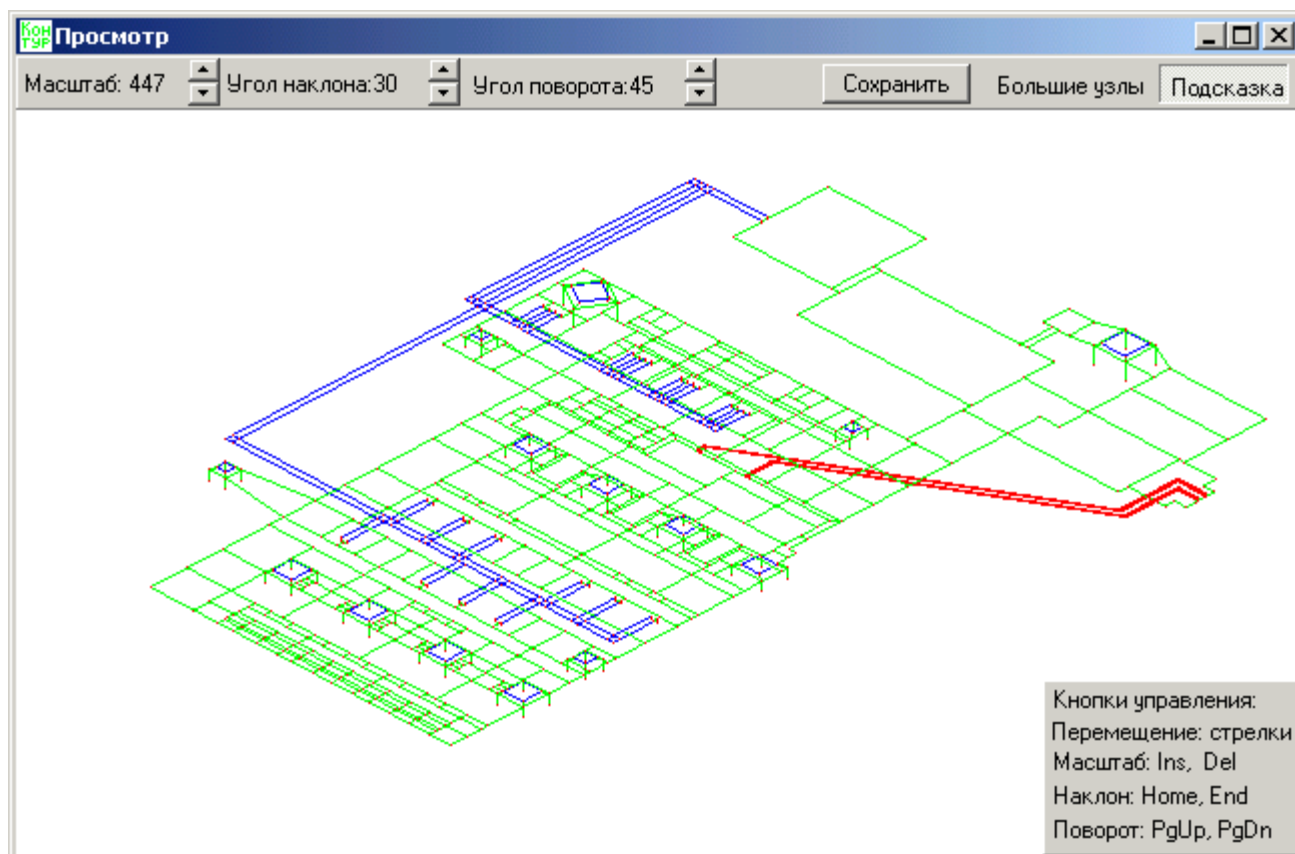

Рис. 3-7. Окно просмотра текущей геометрии модели ЗУ.
- **Просмотр.** Этот пункт меню позволяет просматривать текущую модель ЗУ в трехмерном виде под различными углами зрения. При выборе этого пункта открывается окно (Рис. 3-7). Это окно включает в себя: заголовок, панель инструментов и рабочую область. На панели инструментов расположены три группы кнопок «вверх-вниз» с помощью которых можно изменять параметры, расположенные рядом с этими группами.